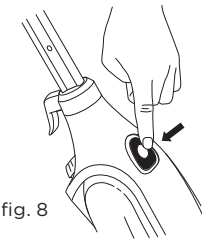
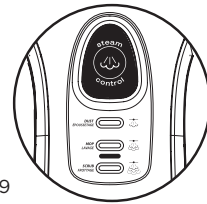

fig. 8
fig. 9
- 8 Appuyer une fois pour ÉPOUSSETER, deux fois pour la VADROUILLE et trois fois pour le FROTTAGE. Appuyer une quatrième fois placera l'appareil en mode de veille (fig. 8, Fig. 9).